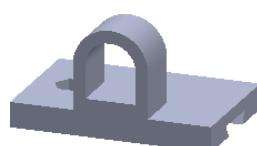

图 5.2.19 左右二等角轴测视图
- (左右二等角轴测视图): 单击此按钮, 可将模型视图旋转到左右二等角轴测三维视图模式, 如图 5.2.19 所示。